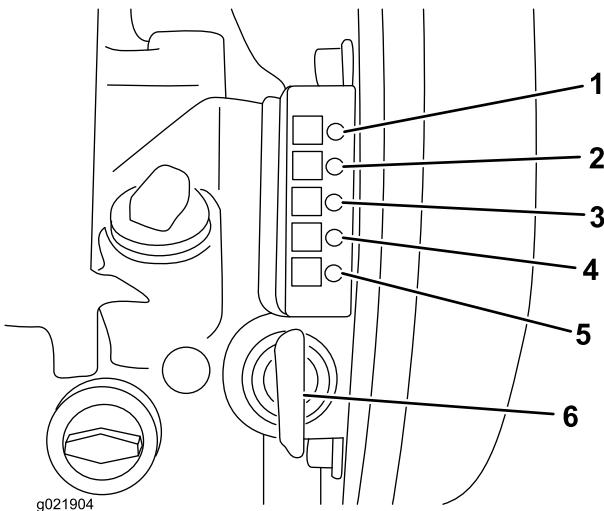

Рисунок 19
- Поверните переключатель зажигания в положение «Работа» (Рисунок 19); см. Переключатель электрического запуска (страница 12).